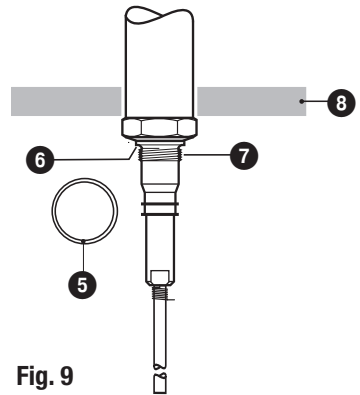

Fig. 9
7. Beiliegenden Dichtring ⑤ auf den Dichtsitz ⑥ der Elektrode legen. **Fig. 9**
8. Elektrodengewinde ⑦ mit einer geringen Menge temperaturbeständigem Siliconfett bestreichen (z. B. WINIX® 2150).